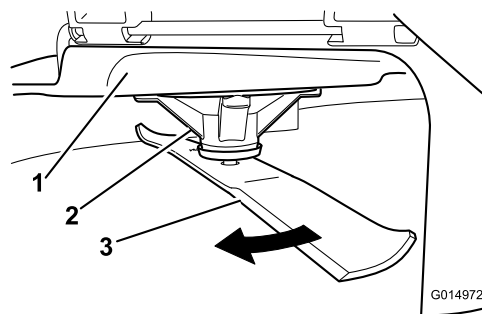

Figura 55
2. Llevando guantes fuertemente acolchados u otro tipo de protección apropiada para las manos, gire la cuchilla a medir lentamente hasta una posición que permita medir eficazmente la distancia entre el filo de corte y la superficie nivelada en la que descansa la máquina (Figura 55).